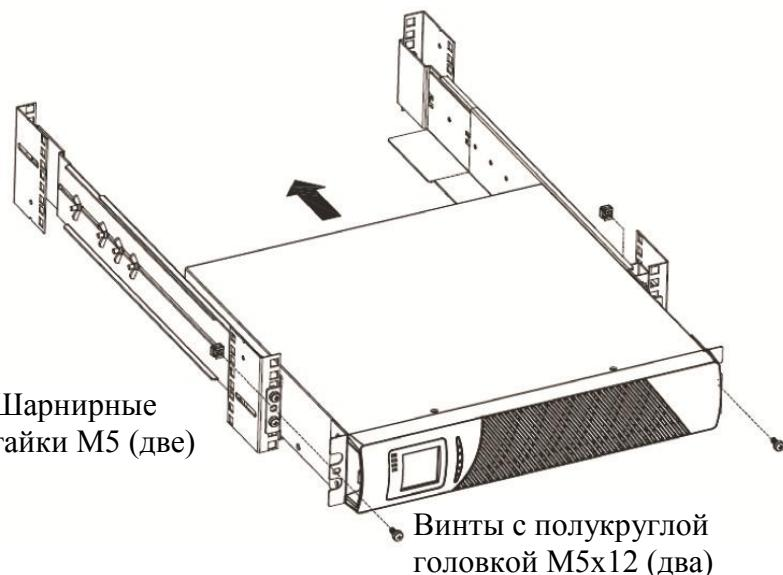

Рис. 7 Фиксация передней части блока ИБП
12. Прикрепите переднюю часть ИБП к стойке, используя один болт M5x12 с полукруглой головкой и одну закладную гайку M5 на каждой стороне (см. Рис. 7). Установите нижний болт на каждой стороне сквозь нижнее болтовое отверстие монтажного кронштейна и рельсовой направляющей.